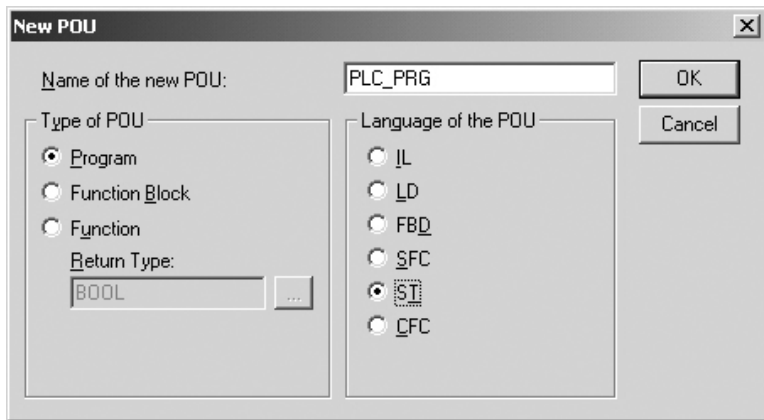

**Рисунок 7.1 - Окно выбора Target-файла**
7.2 После создания проекта нужно выбрать Target-файл, соответствующий названию контроллера. Target-файл предварительно должен быть инсталлирован (см. п. 6.2). Окно выбора Target-файла представлено на рис. 7.1.